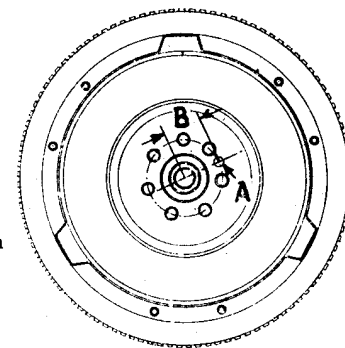

FIG. 27. Marca de la perforación en el volante.
1) *Del volante.* No utilizar el orificio de la brida del cigüeñal. Marcar sobre el volante un punto (A) a una distancia (B) de 27,5 mm del centro. El punto estará centrado entre dos agujeros para los tornillos de fijación (fig. 27).